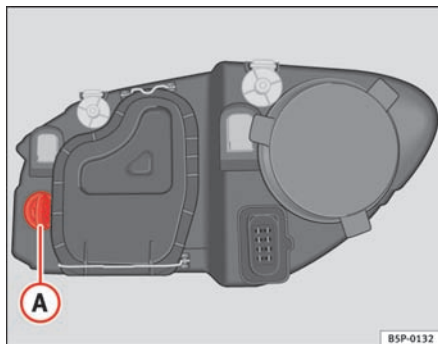

Fig. 186 Blinklygter
- Drej fatningen ⇒ fig. 186 (A) mod venstre, og træk i den.